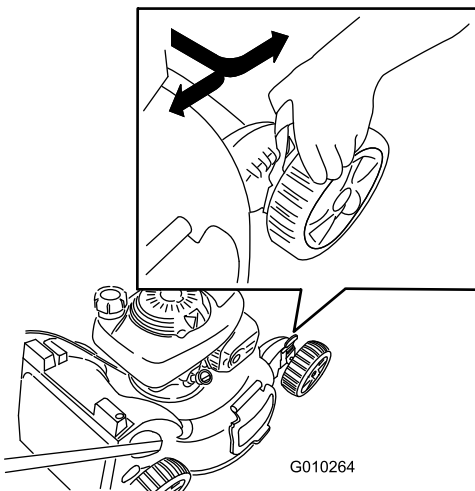

Figure 16
**Remarque:** Pour élever le plateau de coupe, déplacez les 4 leviers de hauteur de coupe en avant ; pour abaisser le plateau, ramenez les leviers en arrière (Figure 16).